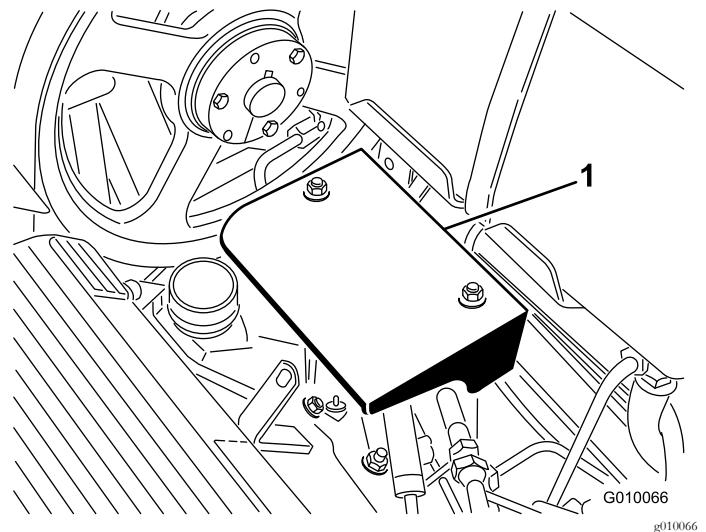

Bild 56
3. Entfernen Sie die beiden Befestigungsmuttern des Pumpenschutzblechs und nehmen Sie das Schutzblech ab (Bild 56).